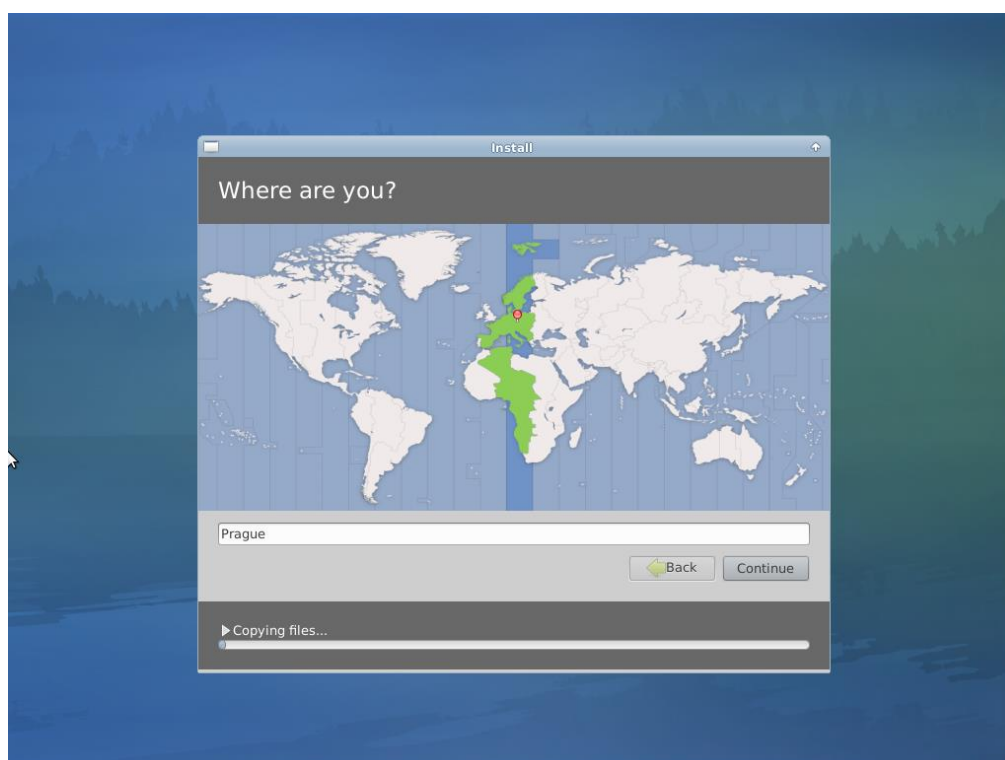
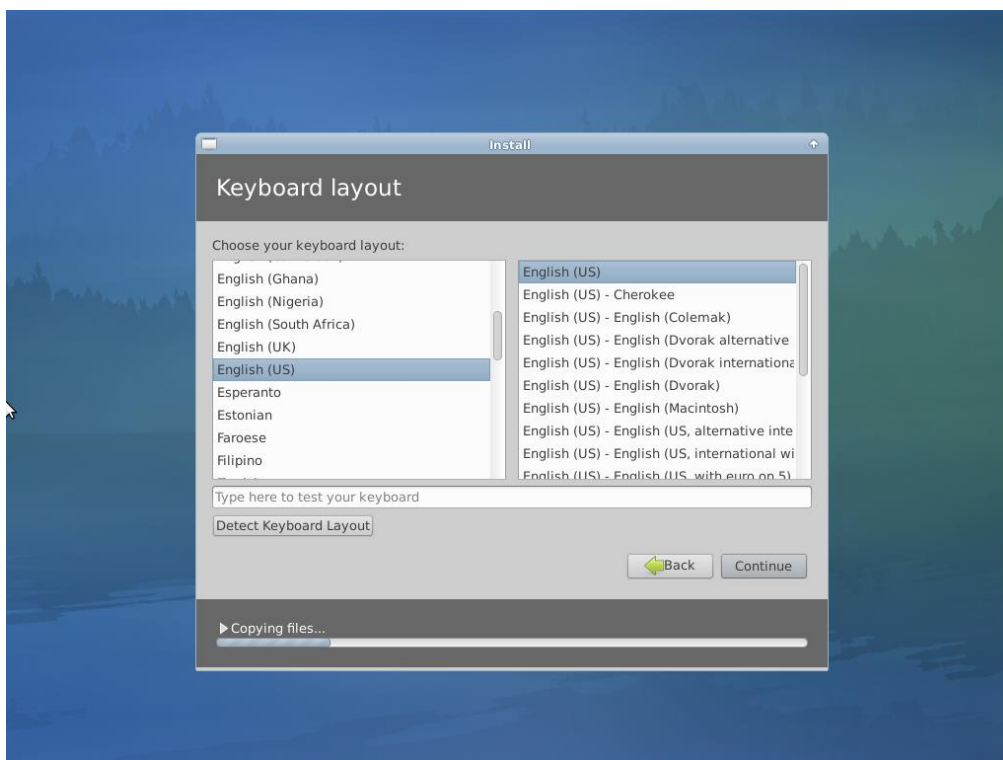
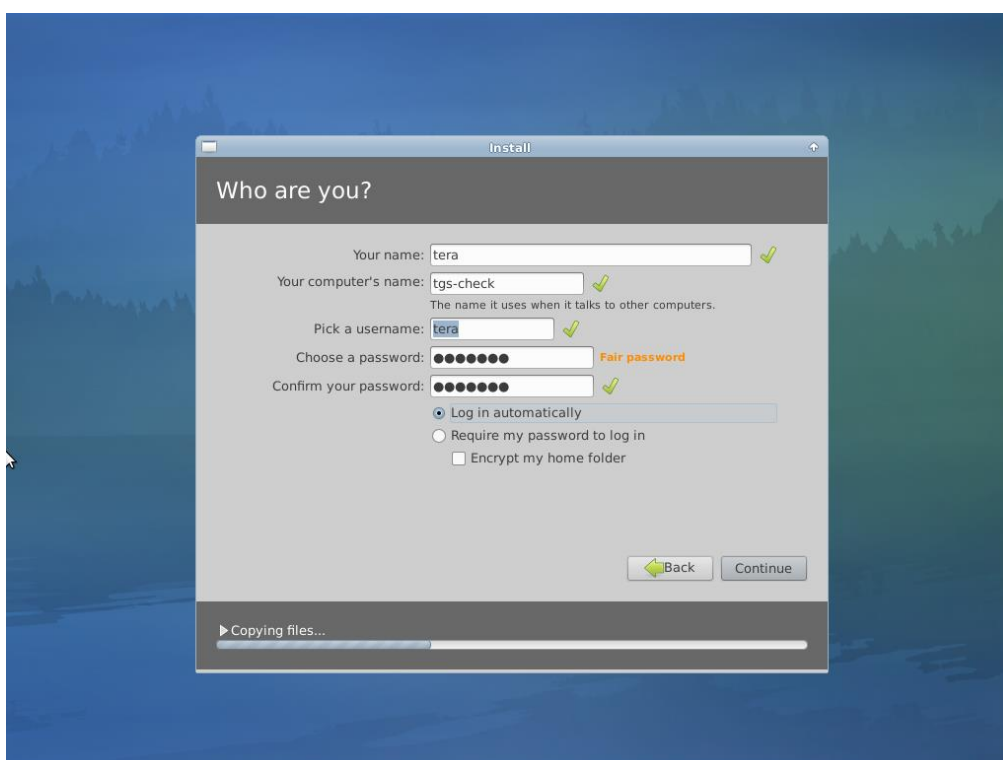
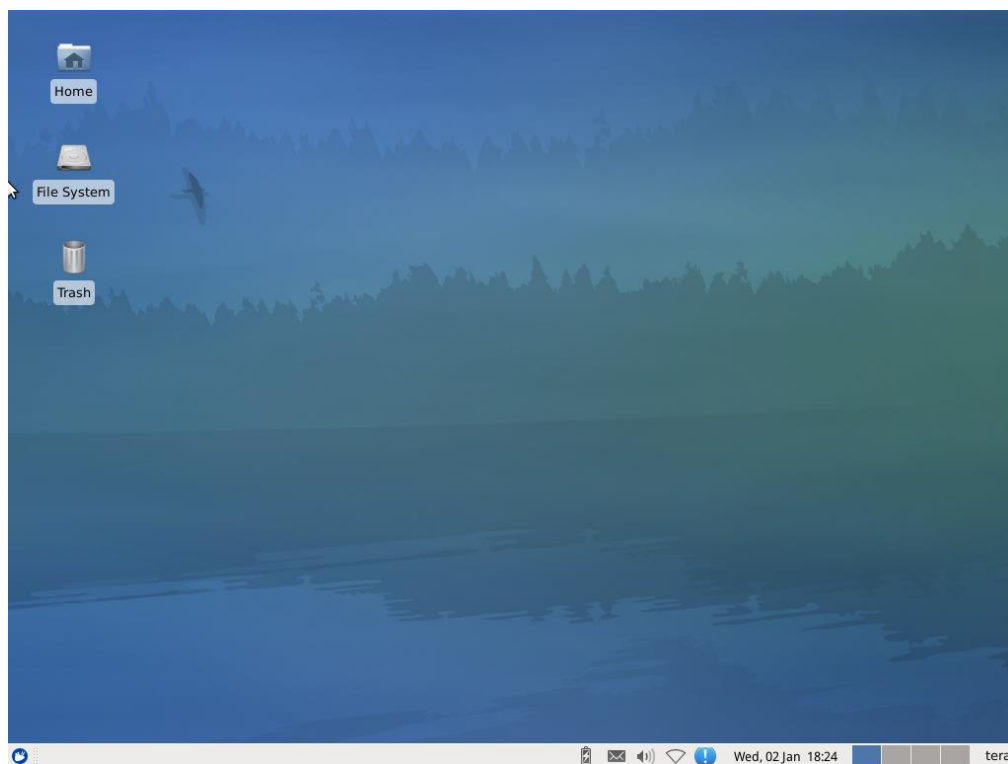

Рис. 8
Рис. 9
Рис. 10
Рис. 11
После завершения конфигурации дисковых отделов нажимаем кнопку *Install Now* и система начинает копироваться на жёсткий диск. На последующих экранах выбираем часовой пояс (Рис. 8) и расклад клавиатуры (Рис. 9). Клавиатуру оставляем *English (US)*. На последнем экране вводим сведения о пользователе. Необходимо сделать настройки так, как это изображено на иллюстрации (Рис. 10), т.е. имя пользователя *tera*, наименование компьютера *tgs-check* для сервера TERAGIS или *tgs-client* для клиента TERAGIS, входное имя *tera*, пароль *user123* и отметить флажком *Log in automatically*. После нажатия кнопки *Continue* система будет установлена и пользователь будет приглашён сделать рестарт системы. После этого система загрузится как показано на Рис. 11. На этом установка операционной системы заканчивается.